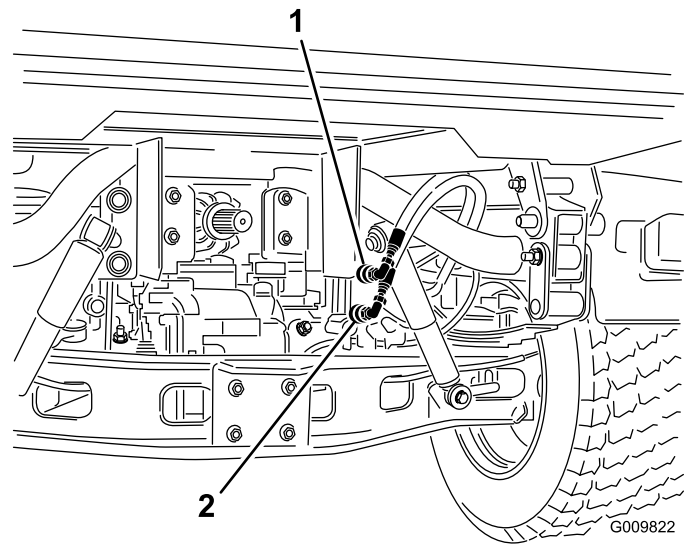

Figura 75
2. Desligue, em ambas as máquinas, as 2 manguerias de acoplamento rápido das manguerias ligadas ao suporte do acoplamento (Figura 75).